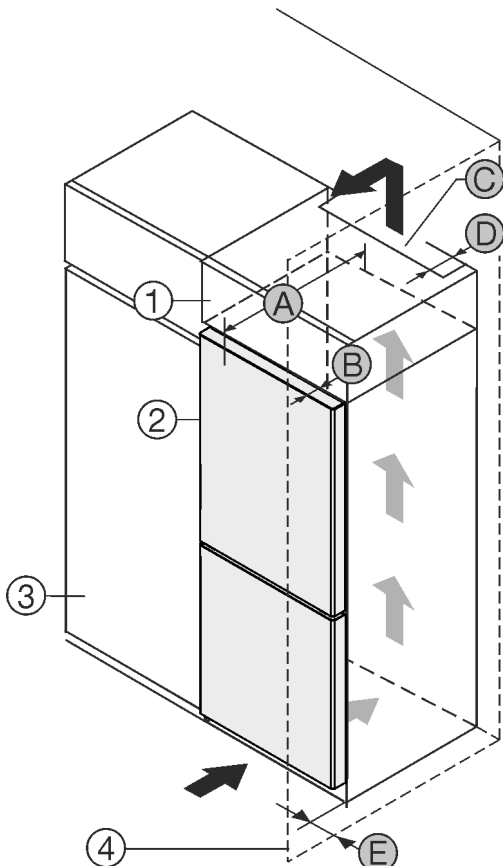

Fig. 1
Установите устройство непосредственно рядом с кухонным шкафом Fig. 1 (3).\*
На задней стенке дополнительного шкафчика должен быть вентиляционный канал с глубиной Fig. 1 (D) по всей ширине этого шкафа.
Нужно соблюдать вентиляционное отверстие Fig. 1 (C) под нижней панелью.
Если устройство установлено на шарнирах у стены Fig. 1 (4), то расстояние между устройством и стеной должно составлять не менее 40мм. Настолько выступает ручка при открытой двери.
Чтобы можно было полностью открыть двери, устройство должно выступать на глубину двери Fig. 1 (B) относительно передней стенки кухонного шкафа. В зависимости от глубины кухонных шкафов Fig. 1 (3) и использования пристенных распорок устройство может выступать и больше.\*
Чтобы можно было полностью открыть двери, устройство должно выступать на глубину двери (B) относительно передней стенки кухонного шкафа. В зависимости от глубины кухонных шкафов Fig. 1 (3) и использования пристенных распорок устройство может выступать и больше.\*